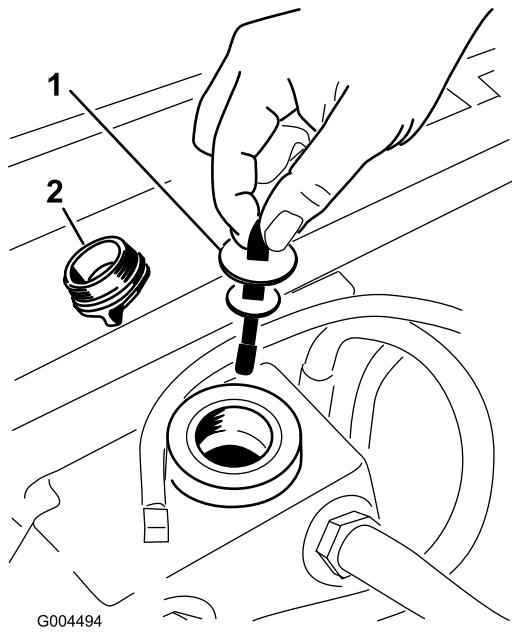

Figura 69
3. Retire el tapón de llenado de aceite hidráulico (Figura 69) del cuello de llenado.
- Retire la varilla y límpiela con un paño limpio (Figura 69).
- Introduzca la varilla en el cuello de llenado; luego retírela y verifique el nivel del aceite (Figura 69).